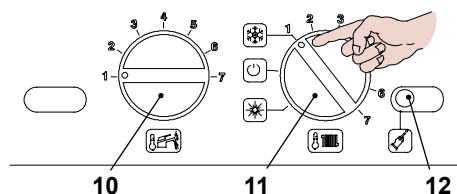
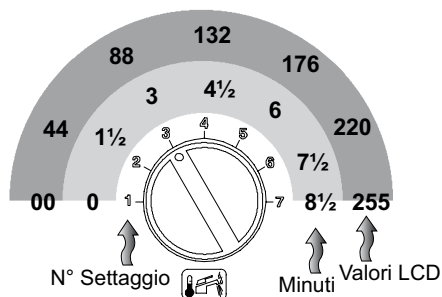

Fig. 5.59
Fig. 5.63
- Posizionare le manopole 10 e 11 come indicato in Fig. 5.59 .
- Per settare il tempo di frequenza di riaccensione bisogna entrare in programmazione premendo per 15 secondi il pulsante di ripristino 12 , in Fig. 5.59 fino alla comparsa del parametro **P01** sul display LCD; sul display LCD compare la seguente visualizzazione (la sequenza **P01** si alterna -- -- --).
- Premere il pulsante di ripristino 12 in Fig. 5.59 per lo scorrimento dei vari parametri sino al raggiungimento del parametro **P10** valido per il settaggio della frequenza di riaccensione; sul display LCD compare la seguente visualizzazione (la sequenza **P10** si alterna a **88**).
- Per cambiare il settaggio ruotare la manopola regolazione temperatura sanitari 10 in Fig. 5.59 e posizionarla sul tempo prescelto Fig. 5.63 (nella figura esempio manopola settata per frequenza di riaccensione di tre minuti).
- Il passo del settaggio della manopola 10 Fig. 5.63 corrisponde a un valore letto sul display LCD di circa **44** (90 secondi) e questo valore può essere variato fino a circa **255** (8½ minuti); nell'LCD la sequenza **P10** si alterna con **60**.